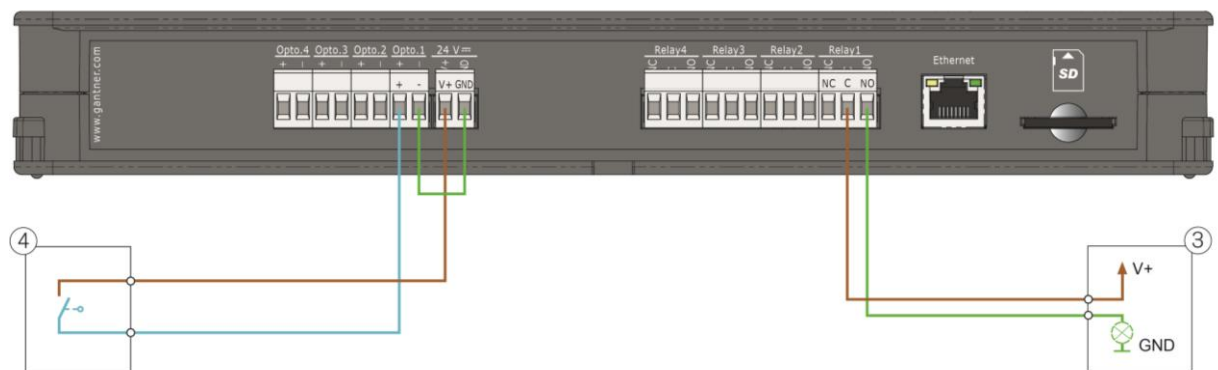
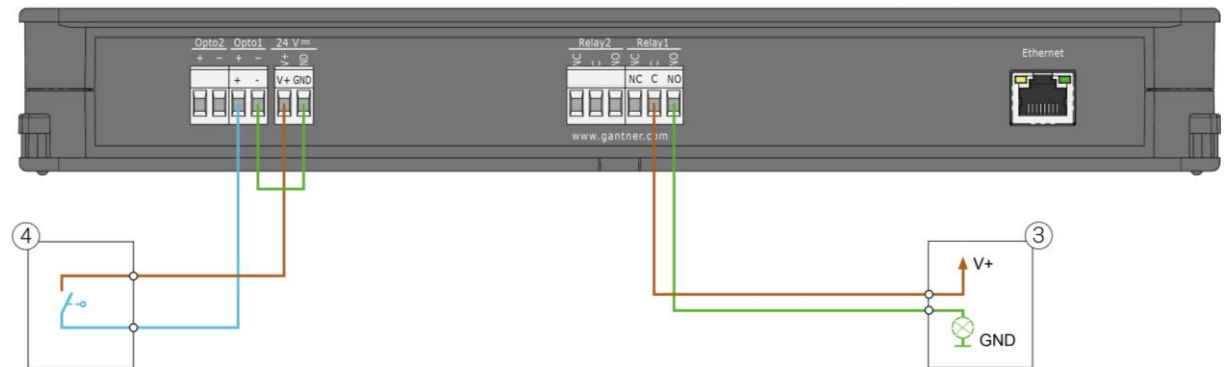

Bild 4.19 – Beispiel für Relais- und Optokoppleranschluss am GAT NET.Controller M 7020
Bild 4.20 – Beispiel für Relais- und Optokoppleranschluss am GC7.2000 M (lite)
Bild 4.19 und Bild 4.20 zeigen ein Beispiel, wie ein externes Gerät (3) mit eigener Spannungsversorgung am Relaisausgang angeschlossen werden kann und auch ein Beispiel für den Anschluss eines externen Geräts an einem Optokoppler-Eingang (4).